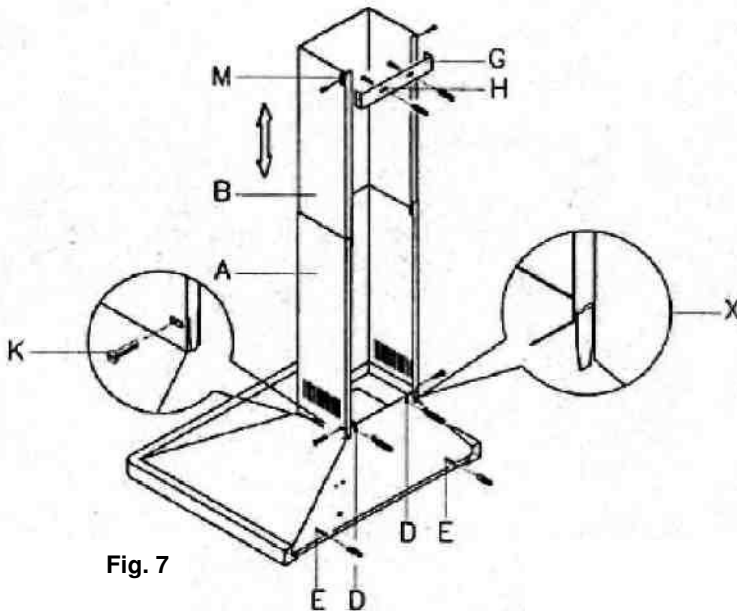

Fig. 7
bovenkant van de afzuigkap en let daarbij op de juiste positie van de bevestigingen, aangeduid als deel „X“ op fig. 7, aan de achterkant van de afzuigkap.
3. Monteer de „A“ kap op de afzuigkap m.b.v. de twee „K“ schroeven, geleverd in het zakje met accessoires (fig. 7).
6. De bevestigingshouder „G“ (fig. 7-voorgaande pagina), t.o.v. de daarvoor aangebrachte merken centreren, waarbij de houder steeds tegen het plafond aanligt, en markeer de verankeringaten ("H").
8. Zet de geleverde blokjes (pluggen) in de gaten, de houder „G“ (fig. 7) in de positie zetten en m.b.v. de geleverde schroeven bevestigen.
9. Til de „B“ kap naar het plafond en bevestig het op de „G“ houder, door de geleverde schroeven in de „M“ gaten te zetten (fig. 7, voorgaande pagina).